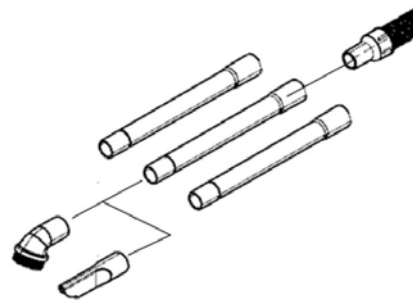

Abb. 8: Montage des Saugrohrs
Schritt 5: Setzen Sie die andere Seite des flexiblen Schlauchs in das Saugrohr (Abb.8). Drehen Sie den Griff eine feste Verbindung herzustellen.